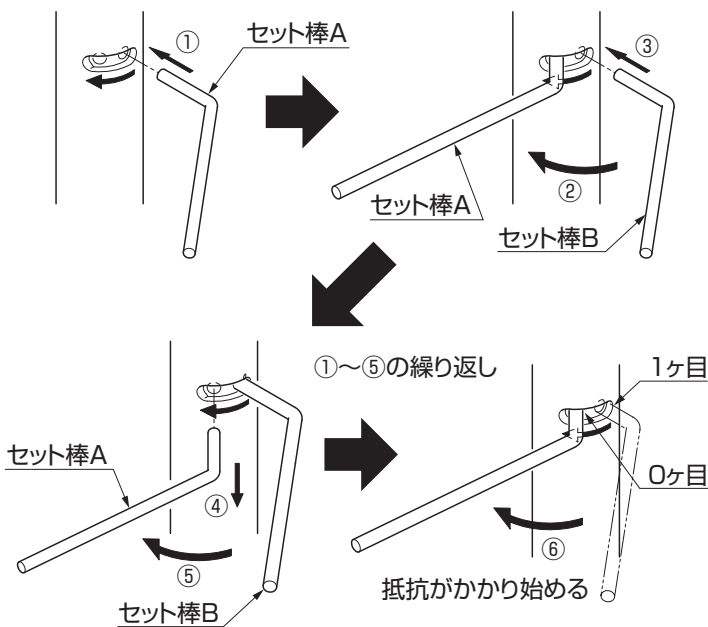

図6-9
- ① 門扉を閉じた状態で、セット棒Aをあいているセット穴へ差し込んでください。(図6-9参照)
- ② セット棒Aを巻き込み方向へ回してください。
- ③ 次のセット穴へセット棒Bを差し込んでください。
- ④ セット棒Aを抜いてください。
- ⑤ セット棒Bを巻き込み方向へ少し回してください。
- ⑥ 「手順①～⑤」を何回か繰り返すと、セット棒に抵抗がかけられ始めます。抵抗がかけられ始めたときにセット棒を差し込んでいるセット穴を初期値(0ヶ目)としてください。
- ⑦ 引き続き「6-1・6-2」の要領で調整してください。